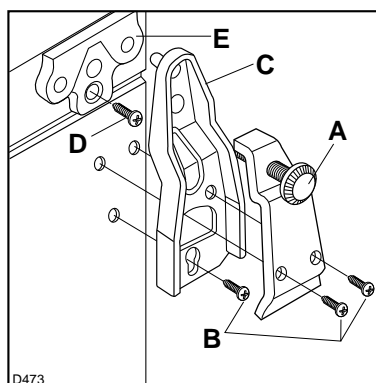
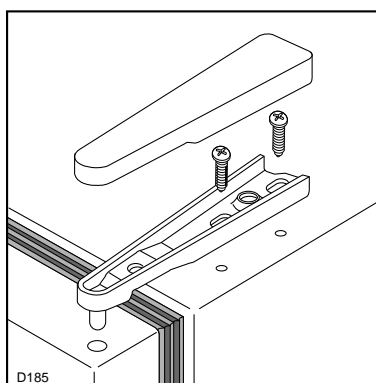
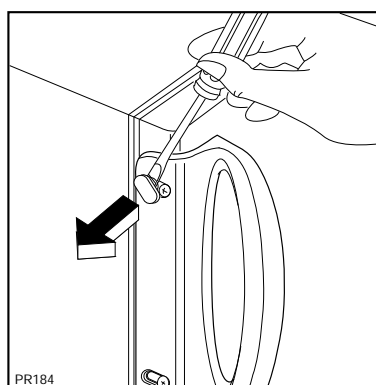

Fig. 9
Fig. 10
Fig. 11
- 3) Dévissez le pied (A- Fig 9).
- 4) Dévissez la charnière (C) en ôtant les vis (B).
- 5) Démontez la butée (E) en ôtant les vis (D).
- 7) Dévissez la charnière supérieure et remontez-la sur le côté opposé (Fig. 10).
- 10) Remontez la butée (E) sur le côté opposé.
- 11) Remontez la charnière (C) et le pied (A) sur le côté opposé.
- 13) Après avoir ôté la protection (Fig. 11), dévissez la poignée et fixez-la sur le côté opposé. Les trous pour la fixation sont déjà prévus. Ils sont masqués par des caches que vous placerez sur les trous restés fibres.